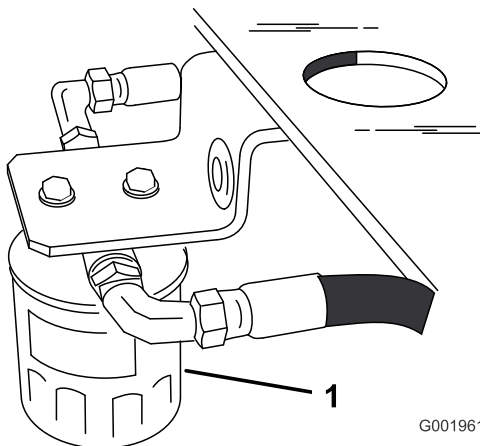

Figura 48
4. Localice el filtro debajo del depósito de combustible, y coloque un recipiente debajo del filtro (Figura 48).